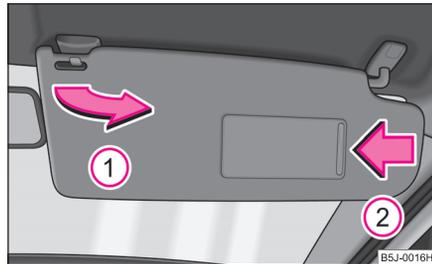

Abb. 40 Sonnenblende: Ausschwenken
Die Sonnenblende für den Fahrer bzw. Beifahrer können Sie aus der Halterung herausziehen und zur Tür in Pfeilrichtung ① ⇒ Abb. 40 schwenken.